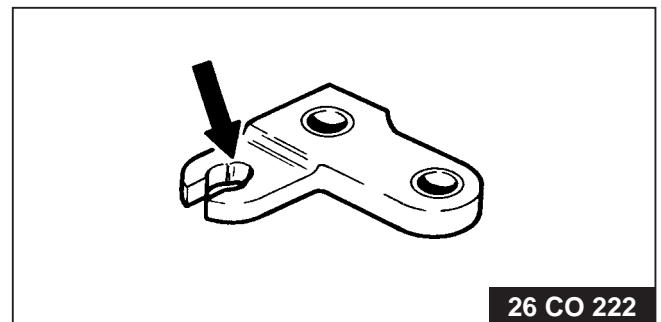

Fig. 7.
- a. Haakse hefboomen. De boringen in de haakse hefboomen ten behoeve van de scharnierpennen mogen niet in gemonteerde toestand worden geruimd. Wanneer de boringen zijn uitgeslagen, moeten de hefboomen worden vernieuwd (zie fig. 7).